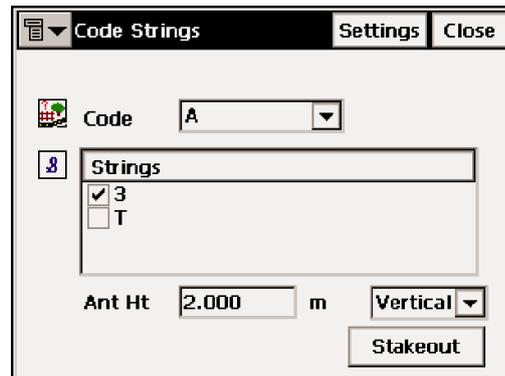

Рисунок 7-49. Цепи точек
1. Для выноса в натуру точек, характеризующихся определенными кодами или цепями, выберите **Stake > Code String (Разбивка > Цепь точек)**. В окне **Code Strings (Цепи точек)** (рис. 7-49) нажмите кнопку **Settings (Настройки)** и задайте параметры разбивки (см. "Вынос в натуру точек" на стр. 7-2).
2. В окне **Code Strings (Цепи точек)** из выпадающего списка выберите необходимый код, а также пометьте цепи точек, которые необходимо вынести в натуру (рис. 7-49). Чтобы просмотреть цепи, выберите пункт *Strings (Цепи)* в меню в левом верхнем углу окна. При работе с GPS+ приемником задайте параметры антенны (высоту и способ ее измерения), а при работе с тахеометром задайте высоту отражателя. Нажмите **Stakeout (Разбивка)**.